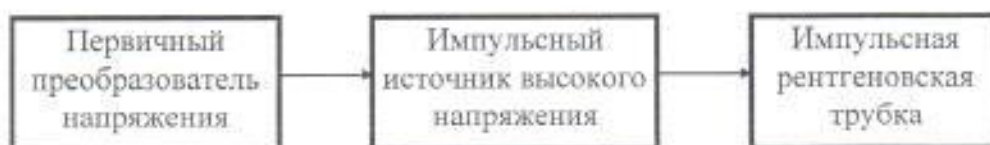

Рис.2
5.1. В рентгеновском моноблоке установлены (см. рис.2): импульсная рентгеновская трубка, импульсный источник высокого напряжения, первичный преобразователь напряжения.